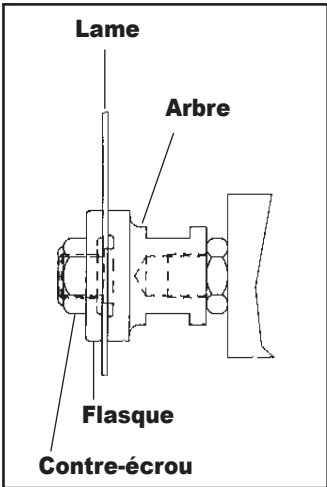

FIG. 2
- Arbre standard - Installer la lame sur l'épaule de l'arbre de $5/8$ de diamètre (Fig. 2). Installer le collet, face allégée tournée vers la lame et visser le contre-écrou. Tout en maintenant une clé (fournie) sur le plat de l'arbre de $7/8$, serrer le contre-écrou d'arbre. La lame doit être complètement contre l'épaule de l'arbre et de niveau sur la face de l'arbre.
Détail de la bride des figures 2 et 3.